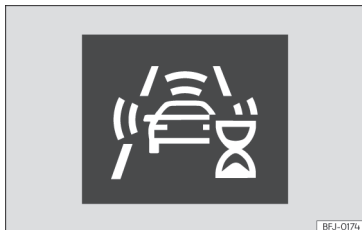

Fig. 151 No ecrã do painel de instrumentos: indicação de autocalibração inicial do sistema.
- Durante os primeiros instantes de condução após ligar a ignição, devido à autocalibração inicial do sistema. Durante esse período mostra-se um ícone de estado »» **Fig. 151.**